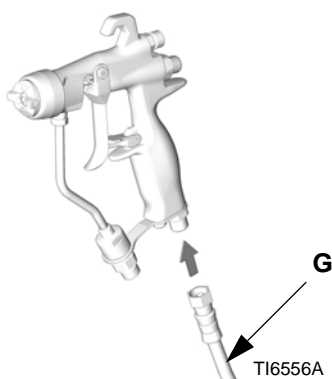

ABB. 2
2. Einen Luftdruckregler (C) an der Pistolen-Luftleitung installieren, um den Luftdruck zur Pistole regeln zu können.
3. Ein Luftabsperrentil (B) an der Pistolenluftleitung und an der Pumpenluftleitung anbringen, um die Luftzufuhr zur Pistole abzuschalten.
5. Den Luftschauch (G) am 1/4-NPSM-Lufteinlass der Pistole anschließen. Siehe ABB. 2.